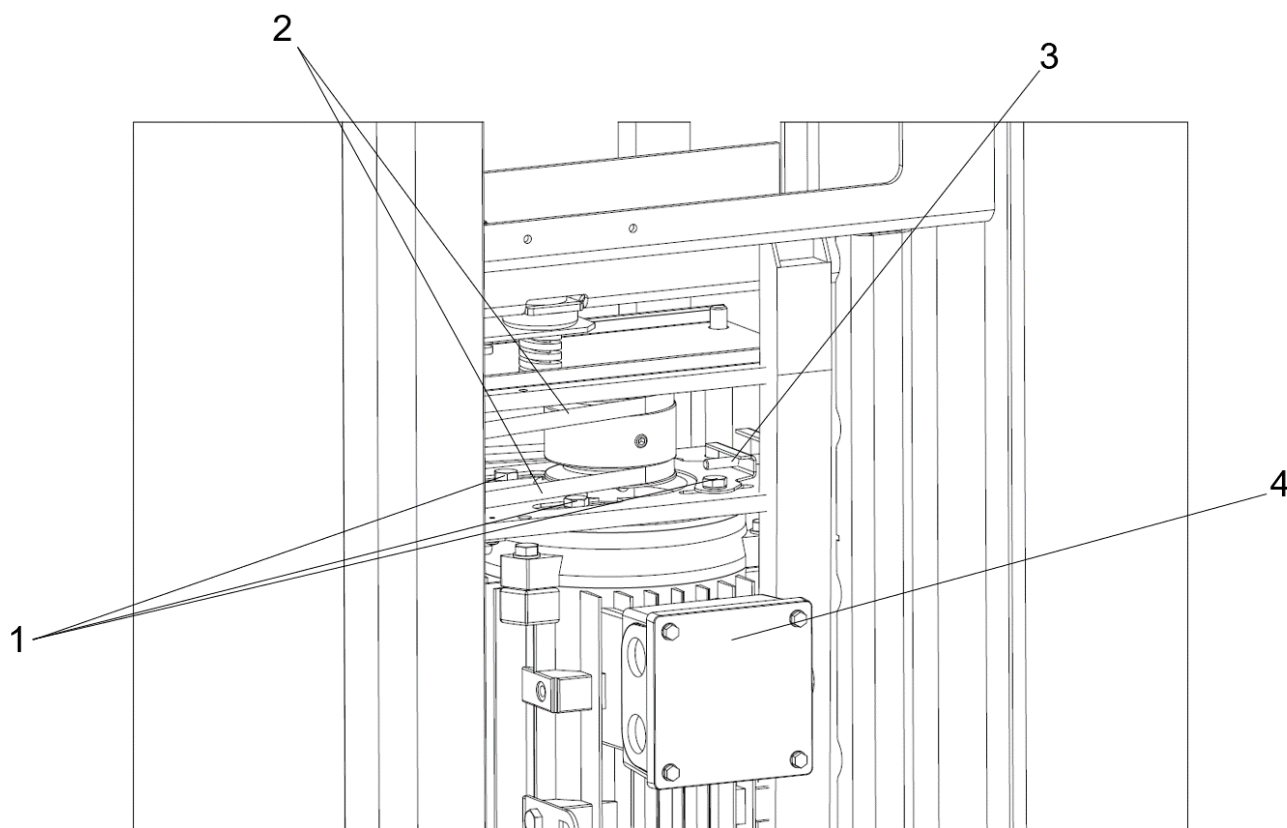

Fig. 26 Opstramning af motorremme
1. Stram remmene (2) med remspændeskruen (3). Spændingen skal ligge mellem 230–245 Hz, se Fig. 26.